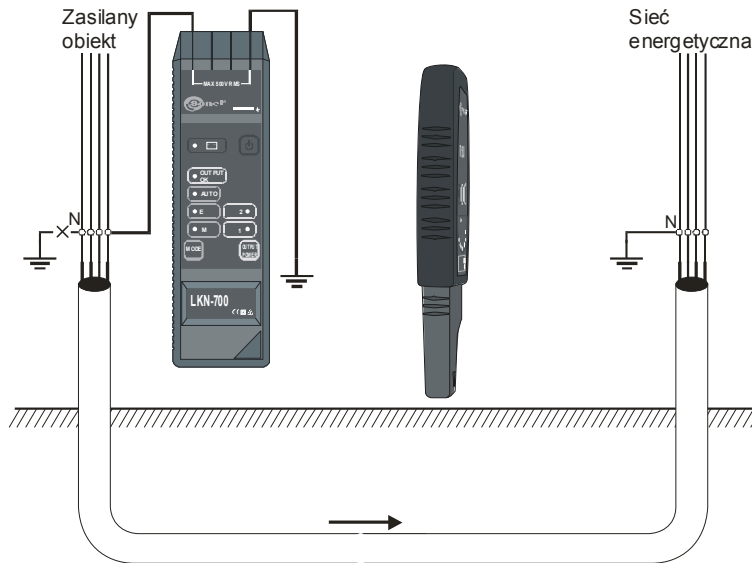

Рис.14 Поиск кабеля в земле – заземление объекта отключено, режим работы «ток» „M”
- Подключить одно из гнезд **1**, **2** передатчика к заземлителю (например, в виде зонда, забитого в землю), как можно дальше от щита, а второе - с фазным проводником кабеля (Рис. 14);